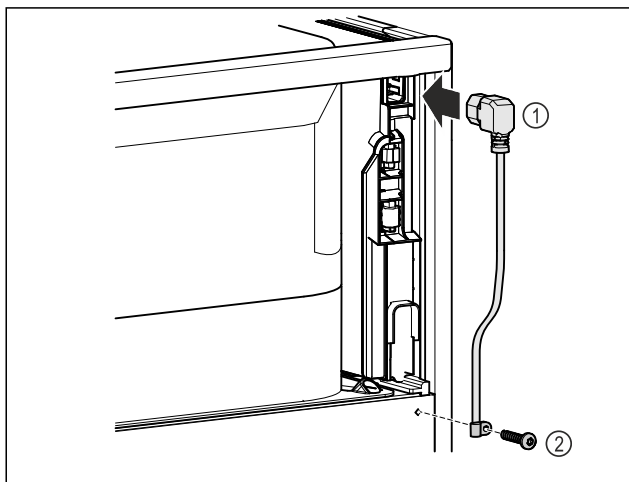

Fig. 68
- Insertar el conector para aparatos de frío del cable de alimentación Fig. 68 (1) en la parte posterior del dispositivo.
- Montar la protección contra tirones Fig. 68 (2).